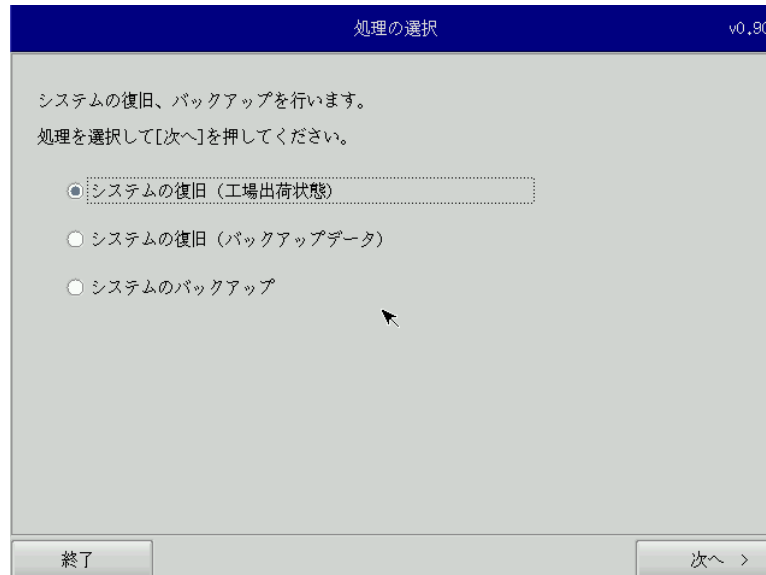

図 6-1-4. リカバリメイン画面
- ① 再起動し、正常にリカバリ DVD から起動すると図 6-1-4 のリカバリメイン画面が表示されます。
- ① LAN ケーブルが接続されている場合は、LAN ケーブルを取り外してください。
- ② USB メモリ、SD カードなどのストレージメディアが接続されている場合は、ストレージメディアを取り外してください。
- ③ 「6-1 リカバリ DVD の起動」を参考にリカバリ DVD を起動させます。
- ④ リカバリメイン画面（図 6-1-4）で[システムの復旧（工場出荷状態）]を選択し、[次へ]ボタンを押します。
- ④ リカバリメイン画面 (図 6-1-4) で[システムのバックアップ]を選択し、[次へ]ボタンを押します。
- ④ リカバリメイン画面（図 6-1-4）で[システムの復旧（バックアップデータ）]を選択し、[次へ]ボタンを押します。